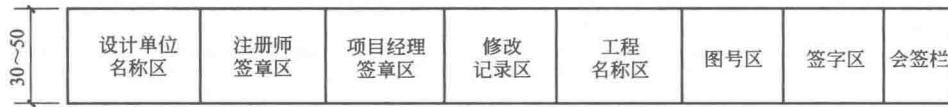

图 2-5 标题栏 (一)
(2) 标题栏应符合如图 2-5、图 2-6 所示的规定，根据工程的需要选择并确定其尺寸、格式及分区。签字栏应包括实名列与签名列。